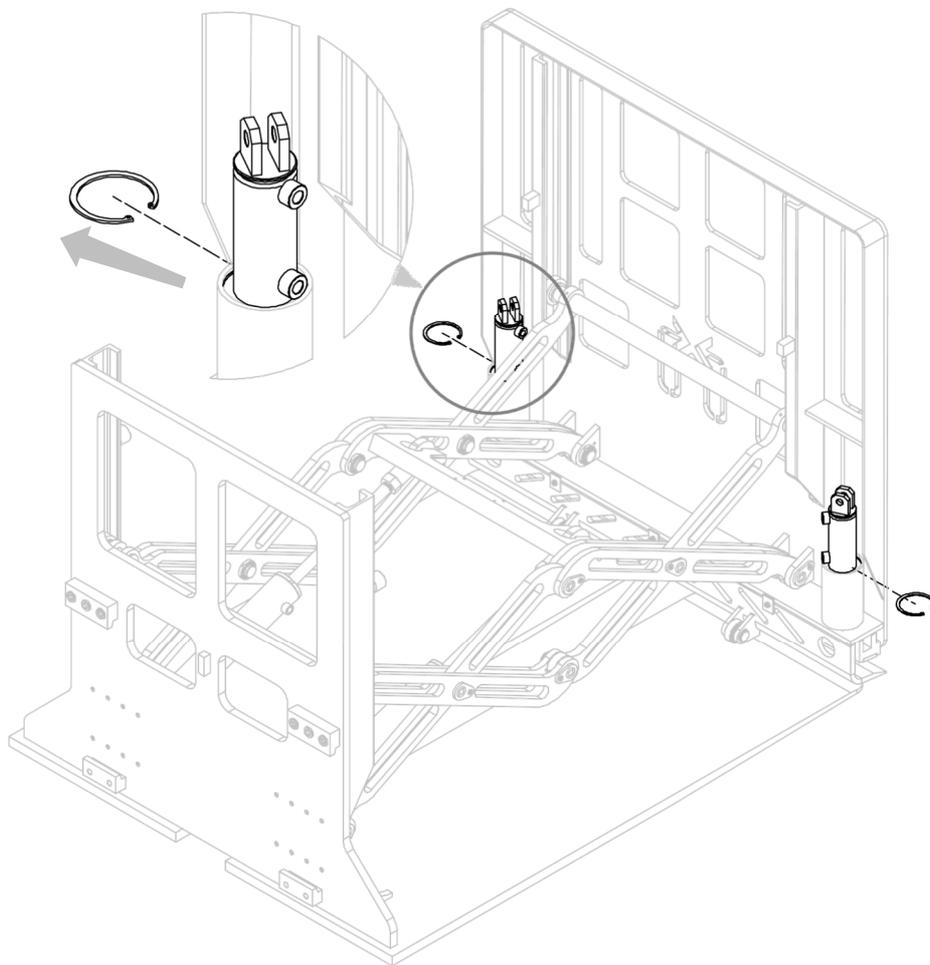

Figure 13
2. Retirer les anneaux élastiques qui bloquent les cylindres (voir Figure 13).